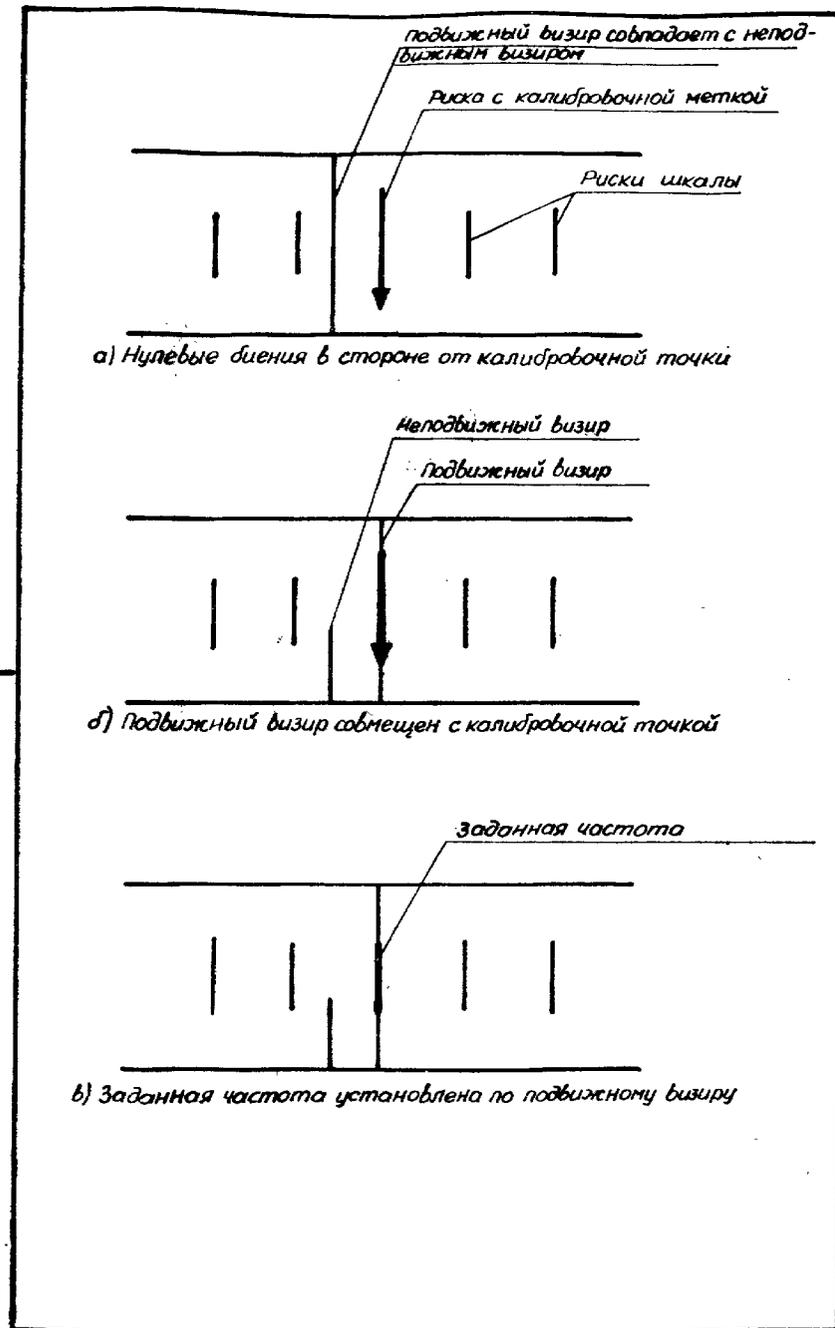

Рис. 6. Установка частоты по подвижному визиру
- нажмите кнопку „ТОН — ВЫЗОВ” и вращением ручки „УСТАНОВКА ЧАСТОТЫ” добейтесь нулевых биений (рис. 6а);
- отверните заглушку, закрывающую доступ к регулировочному винту „КОРРЕКТОР”, вращением регулировочного винта подведите подвижный визир под калибровочную точку (рис. 6б);
- ручкой „УСТАНОВКА ЧАСТОТЫ” установите заданную частоту под подвижный визир (рис. 6в);